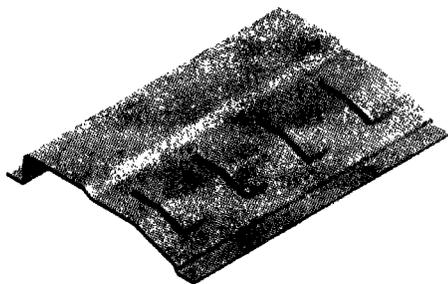

Рис. 10.15. Восстановленный сгиб детали
11. Нажмите **ОК**, чтобы восстановить форму детали, как показано на рис. 10.15.